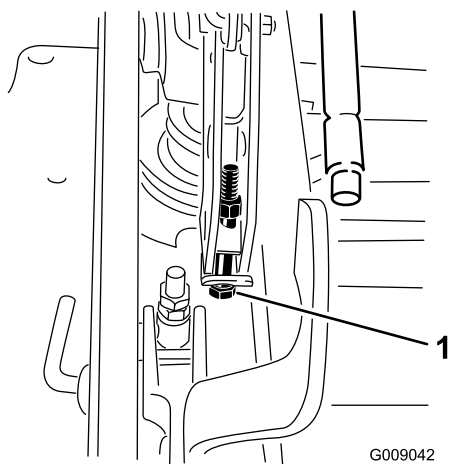

Figure 87
15. Si le tablier est trop bas, serrez le boulon de réglage monopoint dans le sens horaire. Si le tablier est trop haut, desserrez le boulon de réglage monopoint dans le sens antihoraire (Figure 87).